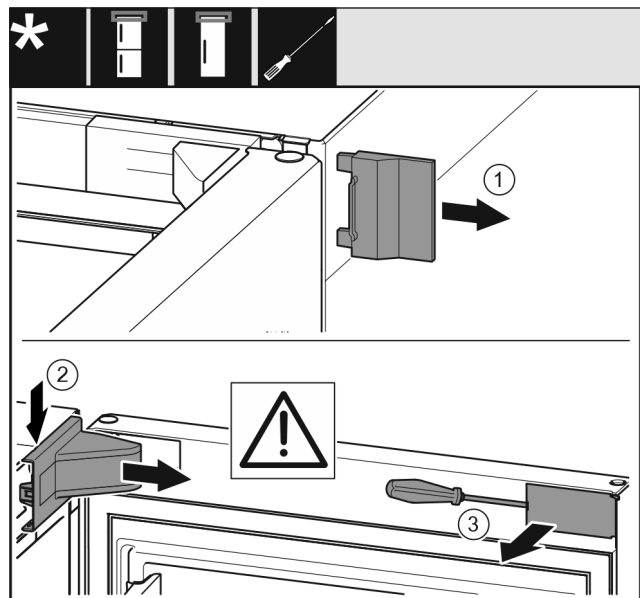

Fig. 9
- ▶ Зніміть зовнішню кришку. Fig. 9 (1)
- ▶ Звільніть і ослабте кришку опорного кронштейна. Зніміть кришку опорного кронштейна. *Fig. 9 (2)*
- ▶ За допомогою шліцевої викрутки звільніть від фіксатора та поверніть убік накладку. *Fig. 9 (3)*